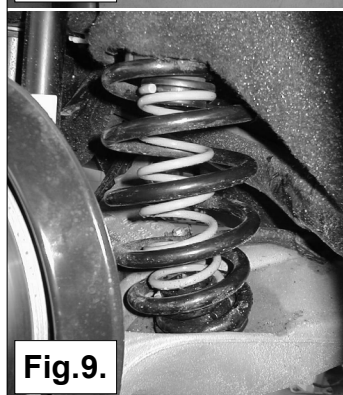

Fig.9.
9. Monteer de hoofdveer met hulpveersset onder de auto. Let er op dat bij het ontspannen van de verenspanner de hoofdveer onder goed staat en dat de hulpveersset boven en onder goed centreert. Zie fig. 9 en 10.